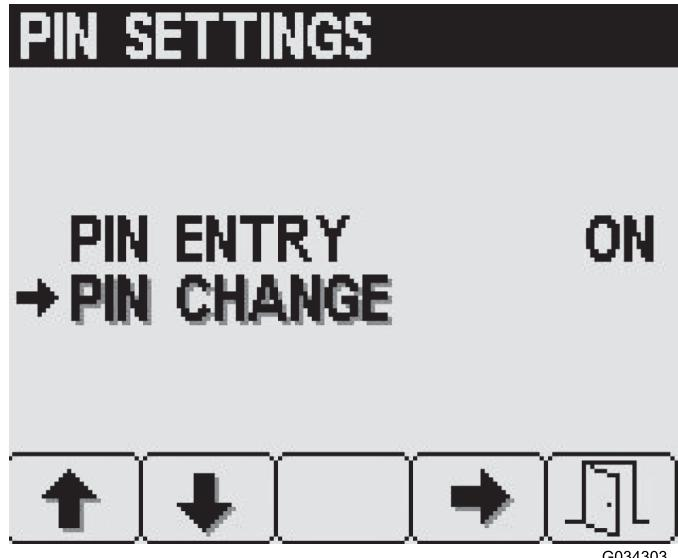

Рисунок 26
1. Нажмите кнопку 1 или 2 для выбора пункта PIN CHANGE (Изменение ПИН-кода) (Рисунок 26).
2. Нажмите кнопку 4 для выбора пункта PIN CHANGE (Изменение ПИН-кода) (Рисунок 26).